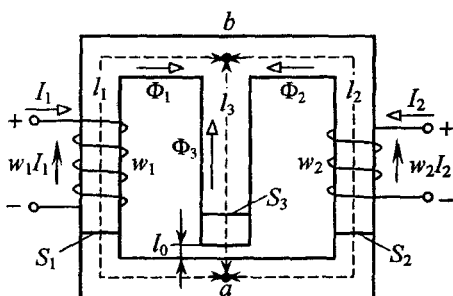

Рис. 1.12
**Задача 1.11.** Разветвленная магнитная цепь (рис. 1.12), выполненная из электротехнической стали, кривая намагничивания которой приведена на рис. 1.4, имеет две катушки с токами  $I_1 = 4 \text{ А}$  и  $I_2 = 5 \text{ А}$ . Первая катушка имеет 250 витков, вторая – 100. Направления токов указаны на рисунке стрелками. Длины средних магнитных силовых линий отдельных участков:  $l_1 = l_2 = 52 \text{ см}$ ,  $l_3 = 24,9 \text{ см}$ ,  $l_0 = 0,1 \text{ см}$ , поперечные сечения сердечников  $S_1 = S_2 = 30 \text{ см}^2$ ,  $S_3 = S_0 = 36 \text{ см}^2$ .